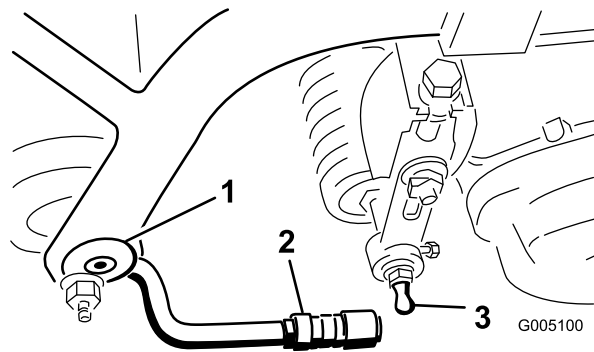

図 11
2. カッティングユニットの前ローラの左右それぞれの端部にボールスタッドを取りつける（図 11）。
4. ボールジョイントのスリーブを後ろにずらし、プルアームを下げてソケットをボールスタッドに嵌め合わせる。スリーブから手を離すとスタッドとジョイントが結合する（図 11）。